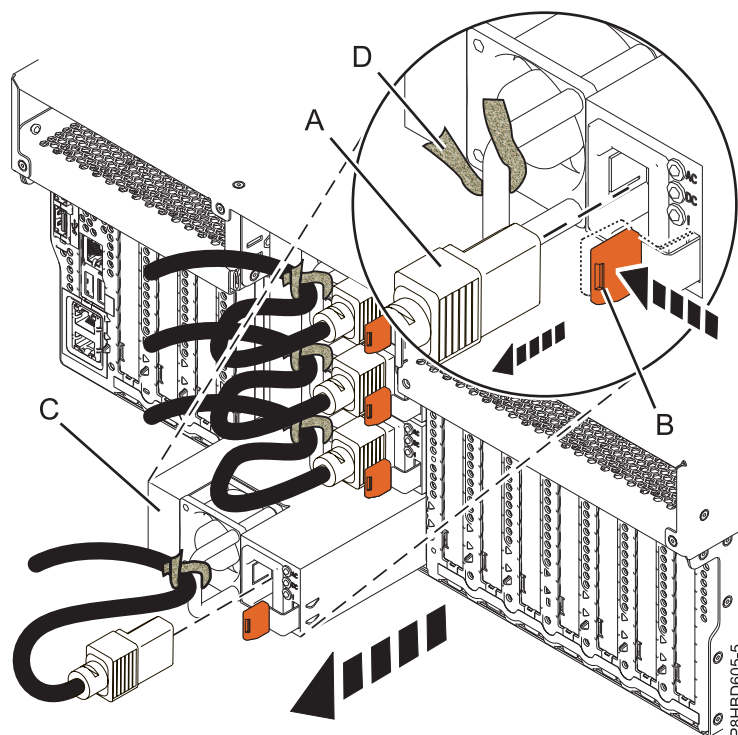
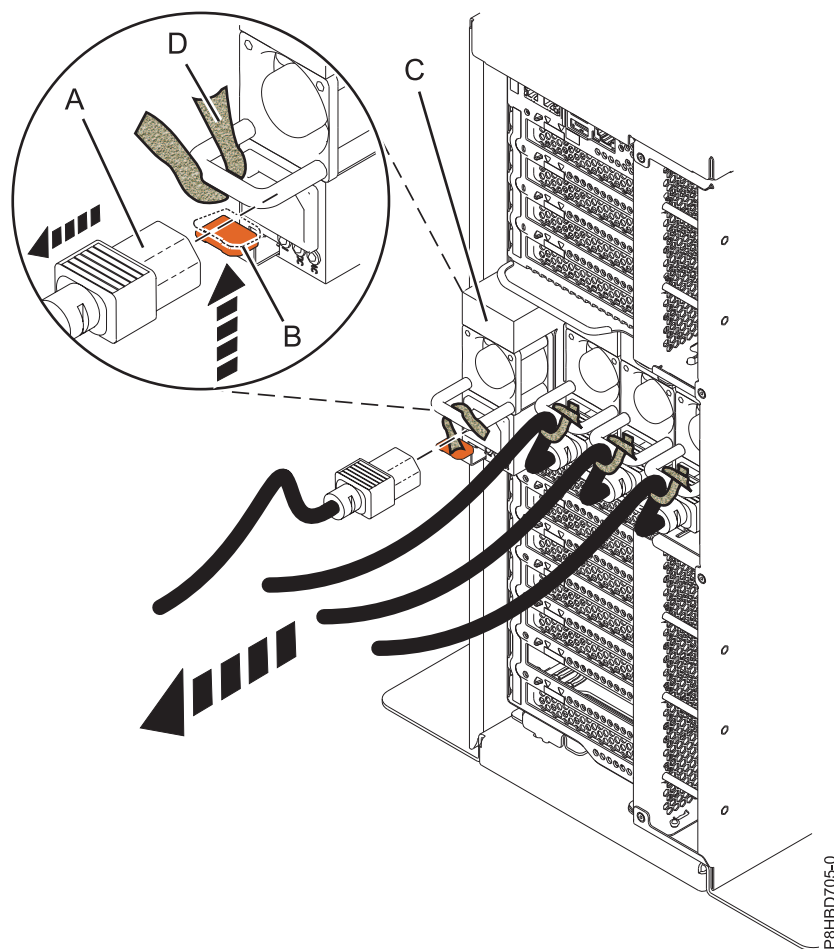

Figura 7. Remover uma fonte de alimentação de um sistema montado em bastidor
Figura 8. Remover uma fonte de alimentação de um sistema autónomo
3. Identifique e desligue o cabo de alimentação da fonte de alimentação puxando a extremidade do cabo de alimentação (A) para fora da fonte de alimentação na direcção demonstrada em Figura 7 na página 9 para um sistema montado em bastidor e Figura 8 na página 10 para um sistema autónomo.
4. Para desencaixar a fonte de alimentação da respectiva posição no sistema, empurre a patilha de bloqueio de cor terracota (**B**) na direcção mostrada em Figura 7 para um sistema montado em bastidor e Figura 8 na página 10 para um sistema autónomo.
6. Puxar a fonte de alimentação (**C**) para fora do sistema, tal como é demonstrado em Figura 7 para um sistema montado em bastidor e Figura 8 na página 10 para um sistema autónomo.